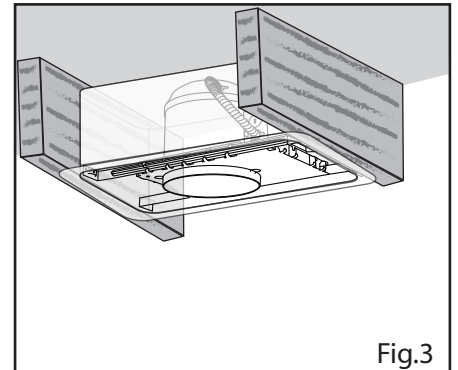

Fig.3
4. Placez la lumière encastrée IC à l'intérieur du coupe vapeur et installez tel que décrit dans le mode d'installation. (fig.3)